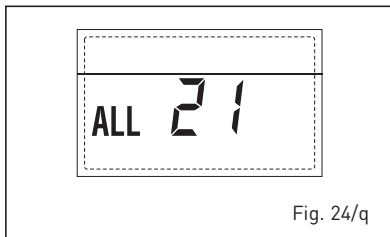

Fig. 24/q
- INTERVENTO TERMOSTATO SICUREZZA SECONDA ZONA MISCELATA "ALL 22" (fig. 24/r)